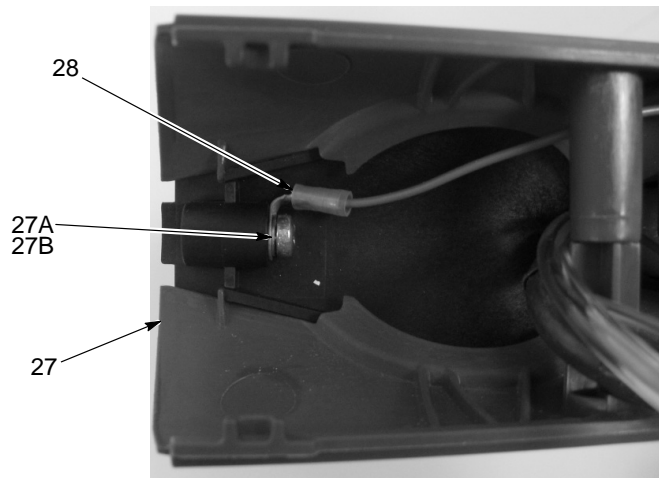

Figura 5-8 Remoção do terminal de terra para fora do contacto de terra (vista em planta)
12. Consulte a figura 5-8. Remova o parafuso M3 x 6 e a anilha de segurança M3 (27A, 27B) e desligue o terminal redondo de terra (peça do cabo, 28) do contacto de terra (27).
8. Consulte a figura 5-8. Ligue o terminal de terra do cabo à saliência interior do contacto de terra (27) com a anilha de segurança e o parafuso (27A, 27B).